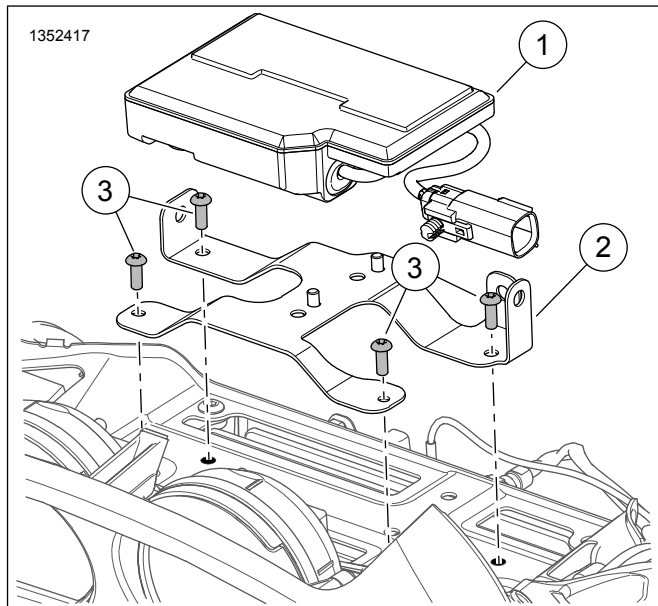
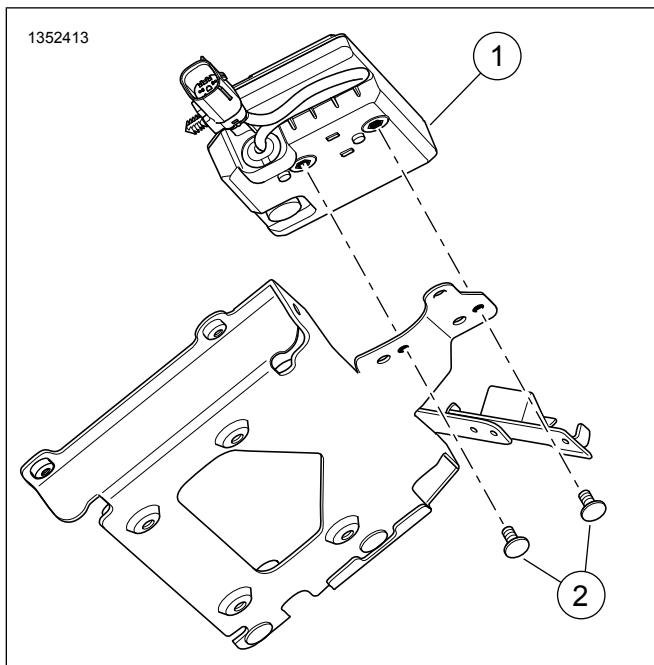

Figura 4. Pieza de soporte de la TCU
Figura 5. Tornillo de la TCU
10. Vea la Figura 4. Si está equipado, retire la pieza de soporte de la TCU existente (2).
- a. Retire los cuatro tornillos (3). Conserve los tornillos para usarlos más tarde.
11. Vea la Figura 5. Coloque e instale TCU en la pieza de soporte con dos tornillos. Ajuste.